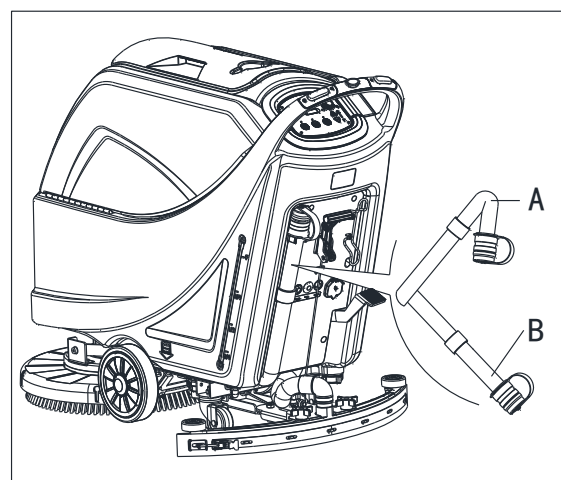

Figur 11
Ett automatisk flytande avstängningssystem (A, Figur 11) blockerar vakuumsystemet när återvinningsbehållaren (B) är full. Vakuumsystemets avaktivering signaleras med en plötslig ökning i vakuumsystemets motorbuller, även om golvet inte har torkats.
Om vakuumsystemet stängs av av misstag (till exempel, när flottören aktiveras på grund av en plötslig maskinrörelse), för att återuppta driften: stäng av vakuumsystemet genom att trycka på knappen (D, Figur 10), öppna sedan locket (C, Figur 11) och kontrollera att flottören inuti gallret (A) har gått ner till vattennivån. Stäng sedan luckan (C) och slå på vakuumsystemet genom att trycka på knappen (D, Figur 10).
När återvinningsbehållaren (B, Figur 11) är full, töm den enligt följande procedur.
5. Töm återvinningsbehållaren med tönningslangen (I, Figur 10). Skölj sedan behållaren (B, Figur 11) med rent vatten.